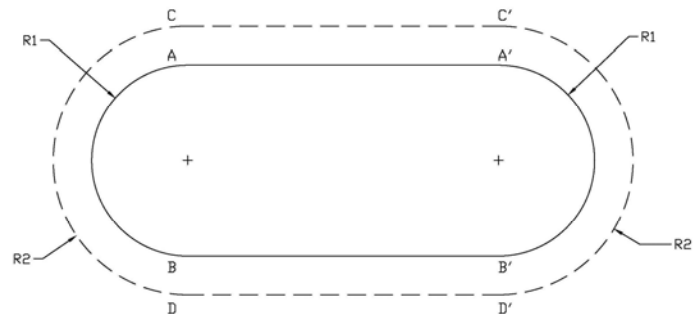

Figure 1.1
- \* Marquez l'emplacement de votre piscine en vous référant à la figure 1.1 et aux dimensions correspondantes à votre piscine (voir tableau) ;